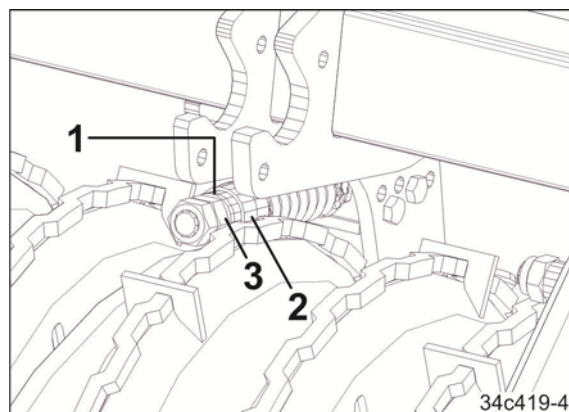

Fig. 96
2. Sæt 1 til 2 udligningsskiver (Fig. 96/1) i mellem bøsning (Fig. 96/2) og sekskantmøtrik (Fig. 96/3).